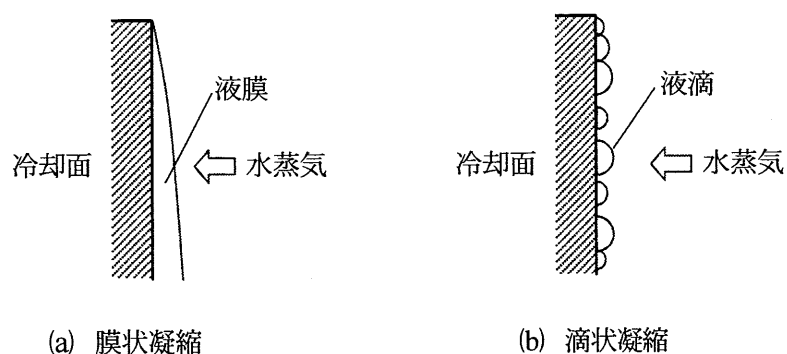

図3 冷却面における凝縮の形態
- (4) 図3に示すように、冷却面に水蒸気が接するとき、冷却面で水蒸気の凝縮が発生する。この場合、図3 (a) のように液が冷却面全体を濡らす膜状凝縮と、図3 (b) のように表面に多数の液滴が付着する滴状凝縮の二つの形態がある。この二つの形態を比較すると、冷却面における熱伝達率の値は 12 なる。